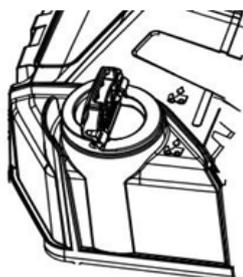

Fig 11
- Nunca utilice aceite usado o recuperado para evitar fallos de funcionamiento. Los problemas de lubricación causados por el uso de aceite inadecuado anularán la garantía. (Fig. 11).